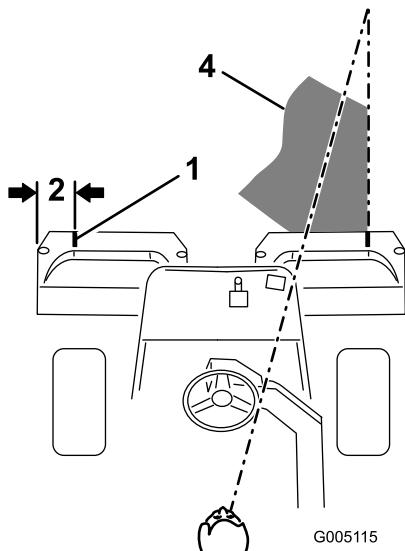

Figura 38
- Coloque un trozo de cinta blanca o pinte una raya en cada recogehierbas, paralelo al borde exterior de cada uno (Figura 38).